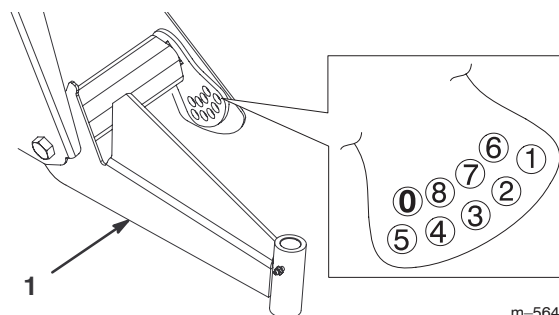

**Bild 32**
2. Entfernen Sie die Anschlagschraube (Bild 32).
3. Lockern Sie die Zentrierschrauben im vorderen A-Arm (Bild 32).
4. Entfernen Sie die Fahrhöhe-Einstellschraube (Bild 32).
5. Drehen Sie den vorderen A-Arm in die gewünschte Stellung (siehe die nachstehenden Hinweise) und schrauben die Fahrhöhe-Einstellschraube wieder ein (Bild 32).
7. Setzen Sie die Anschlagschraube (Bild 32) wieder ein.